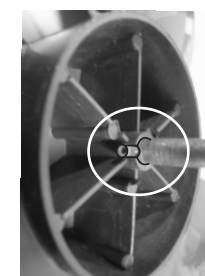

Fig 03
2º Alinhe o encaixe traseiro (11) da hélice (04), com o pino trava (09) encaixando a hélice no pino trava. Conforme Fig 03.